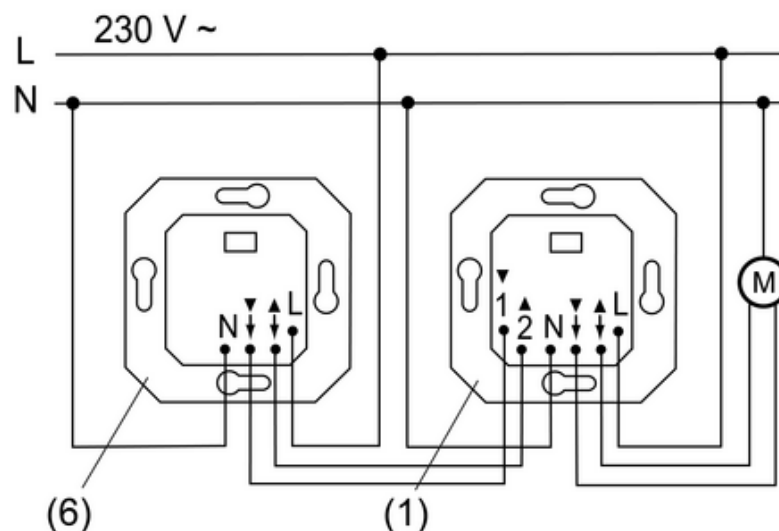

Figure 2: Mécanisme avec poste auxiliaire
- Mécanisme de store (1) pour la commande locale. En option : raccordement d'un poste auxiliaire bifilaire (6) (figure 2). À la place du mécanisme de store, un poussoir de store ou une commutateur de store mécanique peut également être utilisé comme poste auxiliaire.